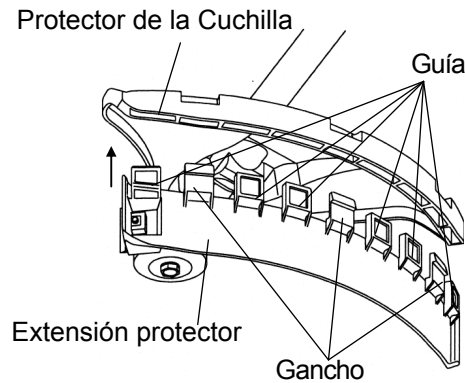
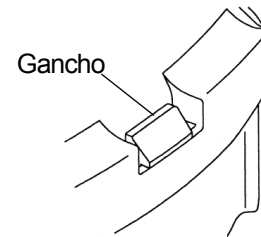

Fig. 4
Fig.5
3. Coloque la guía del protector en los agujeros como se muestra en la Fig 4. Asegurándose que las ganchos Fig. 5 entran en la posición correcta.